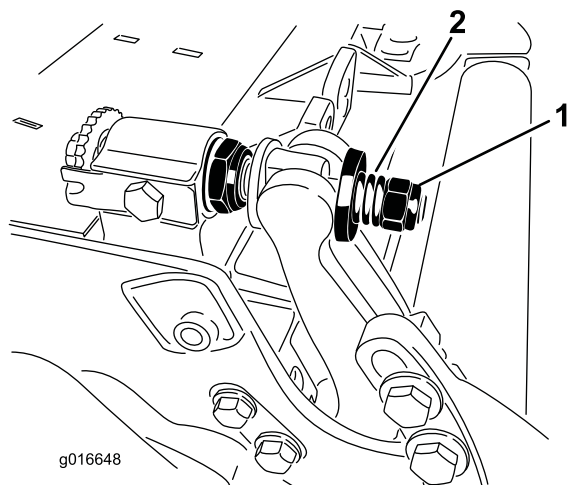

Figura 36
3. Apriete la tuerca de tensado del muelle hasta que el muelle esté comprimido del todo, luego aflójela 1/2 vuelta (Figura 36).
10. Apriete la tuerca de cada ajustador hasta que los muelles de compresión estén comprimidos del todo, luego afloje la tuerca 1/2 vuelta (Figura 36).